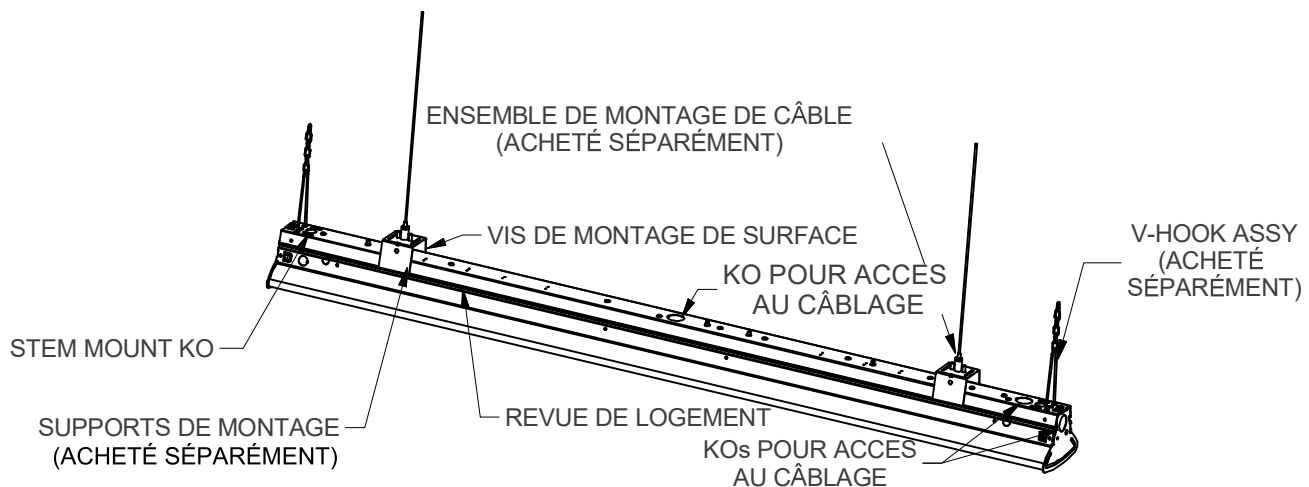

FIG 1 CONFIGURATION AUTONOME
- 3) Pour installer les SUPPORTS DE SUSPENSION (COMMANDÉS SÉPARÉMENT) (Voir FIG. 1) :
- B. Retirer la tige de KO marqué montage représenté sur la Fig 1.